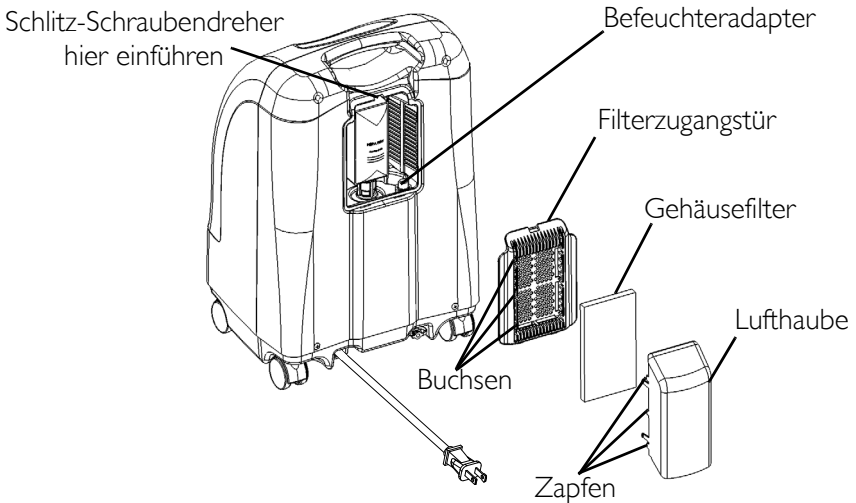
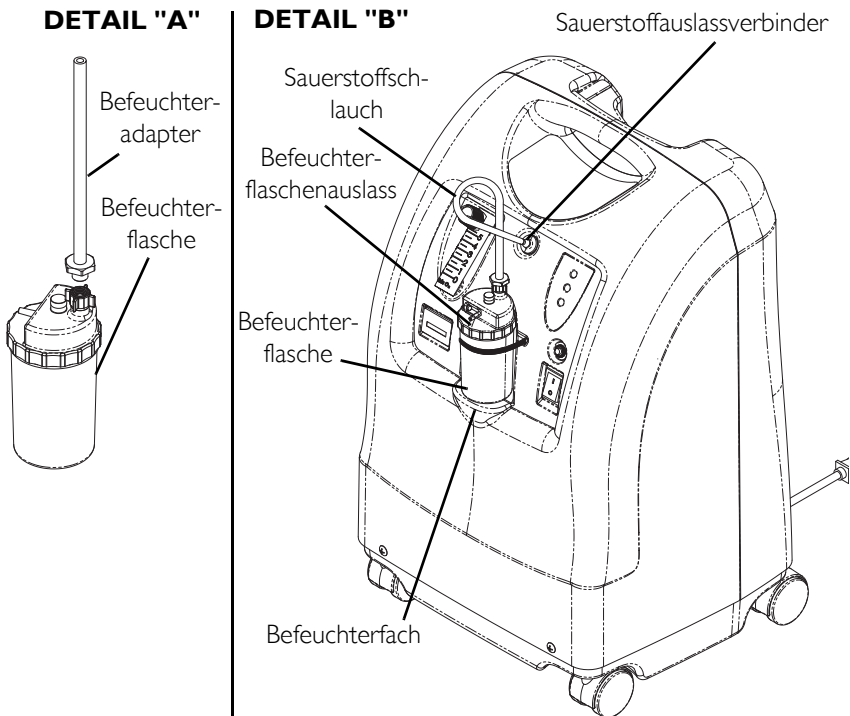

ABBILDUNG 6.2 Befeuchteradapter
ABBILDUNG 6.3 Befeuchterfach
HINWEIS: Nähere Angaben zu diesem Verfahren finden Sie in ABBILDUNG 6.1, ABBILDUNG 6.2 auf Seite 118 und ABBILDUNG 6.3 auf Seite 119.
3. Einen Schraubendreher in den Öffnungsschlitz am oberen Rand der Filterzugangstür stecken und die Filterzugangstür behutsam aufhebeln (ABBILDUNG 6.2).
4. Befeuchter-Adapterschlauch nach oben ziehen und entnehmen (ABBILDUNG 6.2).
6. Befeuchteradapter durch drehen der Flügelmutter an der Befeuchterflasche im Uhrzeigersinn an die Befeuchterflasche anbringen, bis dieser fest sitzt. Siehe Detail "A" von ABBILDUNG 6.3.
7. Befeuchterflasche/-adaptereinheit ins Befeuchterfach im Konzentrator einsetzen. Siehe Detail "B" von ABBILDUNG 6.3.
8. Sauerstoffschläuche der Befeuchterflasche/-adaptereinheit an den Sauerstoffauslassverbinder am Konzentrator anschließen. Siehe Detail "B" von ABBILDUNG 6.3.
9. Kanüle/Patientenversorgungsschlauch am Auslass der Befeuchterflasche anbringen. Siehe Detail "B" von ABBILDUNG 6.3.